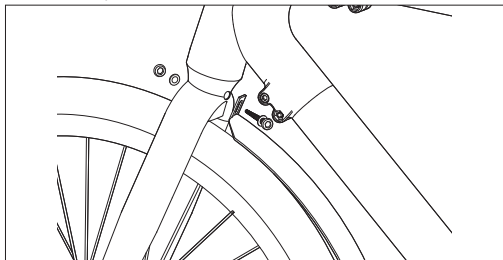

Figura 5-1
- Después de alinear el guardabarros con el agujero del tornillo, vuelva a apretar los tornillos de montaje para fijarlo en la horquilla delantera, como se muestra en [Figura 5-1].
- Aloje los cuatro tornillos de la cubierta junto al soporte inferior en sentido antihorario con una llave Allen de 3 mm, luego retire los tornillos y la cubierta, como se muestra en (Figura 5-1).